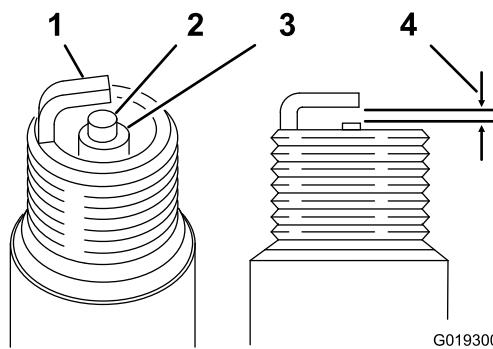

Figure 45
4. Réglez l'écartement des électrodes centrale et latérale de chaque bougie à 0,76 mm ; voir Figure 45. Montez les bougies avec l'écartement correct et un joint d'étanchéité, et serrez-les à 22 N·m.